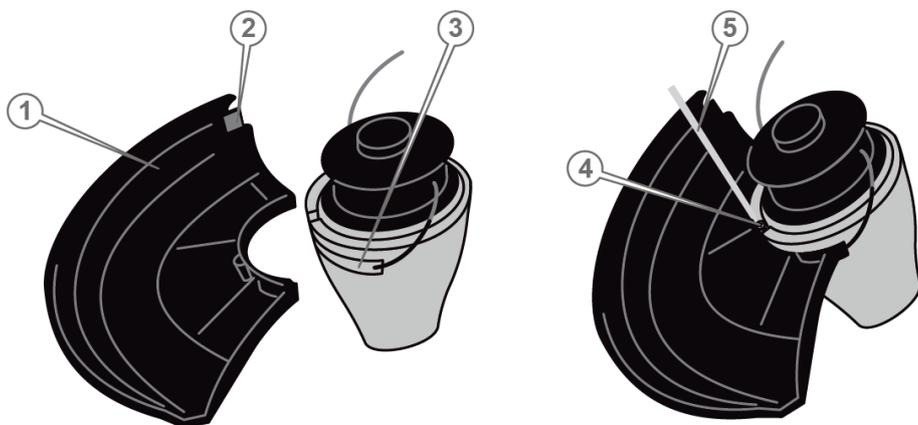

Рисунок 2. Схема встановлення захисного кожуха «KENTAVR ET 352к».
1. Приєднати до тримера захисний кожух (1, рис. 2), для чого вставити його в пази корпусу електродвигуна (3, рис. 2).
2. Закрутити в отвір фіксувальний шуруп (4, рис. 2) із комплекту постачання, використовуючи хрестоподібну викрутку (5, рис. 2).
Для подовження кінців різальної жилки нахилити виріб уперед так, щоб різальна головка торкнулася поверхні землі. Жилка автоматично вийде з головки, а зайва довжина автоматично буде відрізана нерухомим ножем (2, рис. 2) захисного кожуха.